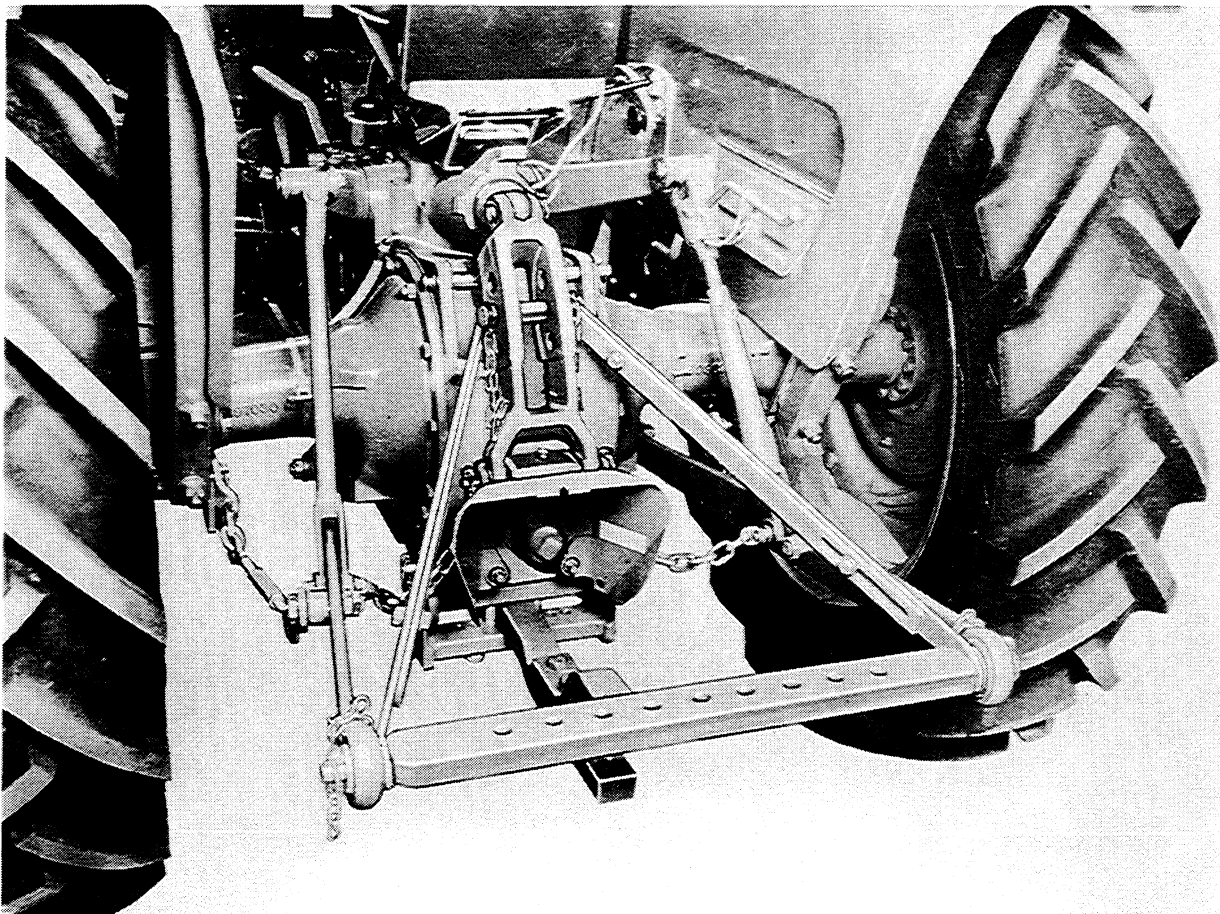

FIG. 25
**LINKAGE DRAWBAR****Fig. 25**
**Drawbar Fitment****Fig. 25**